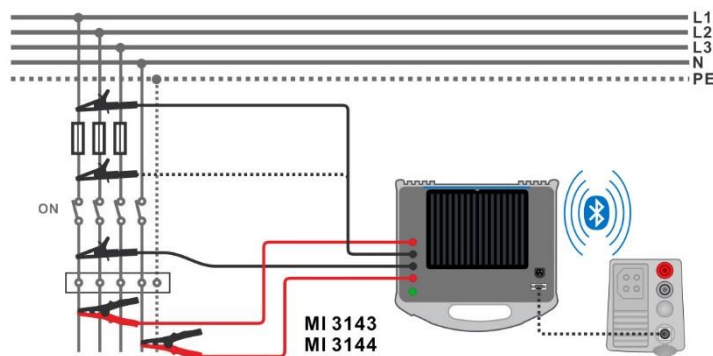

Abbildung 7.47: Widerstandsmessung mit starkem Strom
- › Schließen Sie die Prüflleitungen am Prüfobjekt an. Siehe **Abbildung 7.47**.